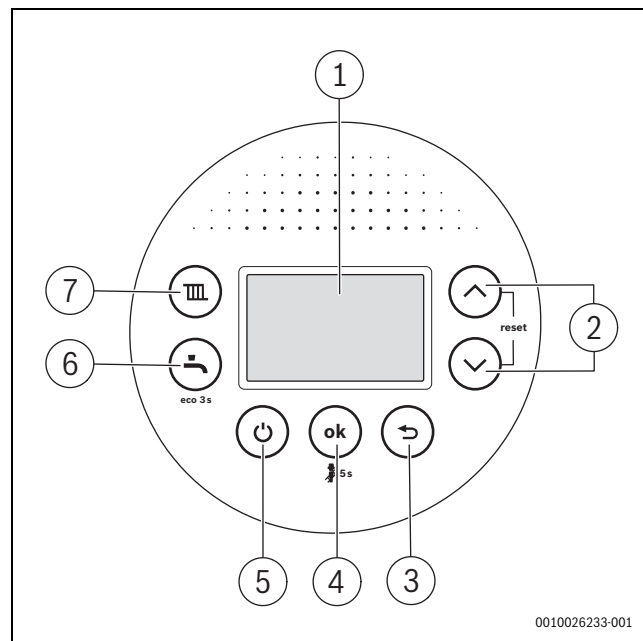

Fig. 94 Privire de ansamblu asupra panoului de comandă
După punerea în funcțiune, tasta (→ Fig. 94, [5]) pornește sau oprește în mod simultan încălzirea și încălzirea apei potabile prin intermediul aparatului în condensatie fără a întrerupe alimentarea cu tensiune.
- ▶ În regimul normal de operare, opriți aparatul cu tasta (→ Fig. 94, [5]).